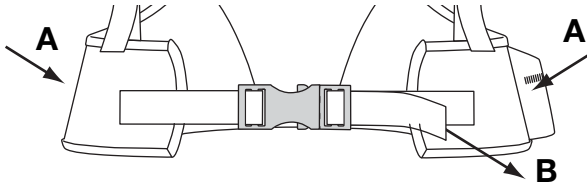
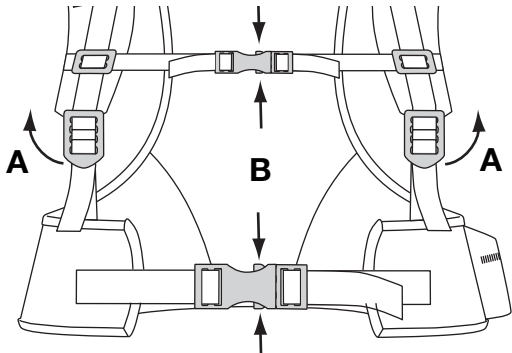

Fig. 19
Fig. 20
NOTA: Asegúrese de que los soportes de la cintura soporten el peso de la unidad sobre las caderas (Fig. 19, A).
3. Si el peso no cae sobre las caderas, afloje los soportes de los hombros (Fig. 20, A) y tire de la manija de los soportes de la cintura (Fig. 19, B) para apretarlas. Ajustelas hasta que el peso de la unidad descansa sobre las caderas.
1. Para desconectar los soportes de los hombros, tire hacia arriba de la lengüeta inferior de las hebillas de los soportes de los hombros (Fig. 20, A).
2. Apriete la parte superior e inferior de las presillas de los soportes de la cintura para zafar los soportes de la cintura y los hombros (Fig. 20, B).